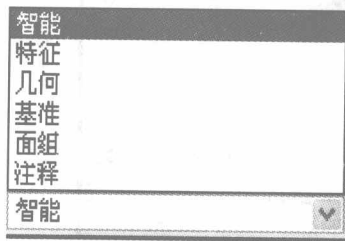

图 1-4 过滤器
8) 过滤器栏: 位于窗口工作区的右下角。使用该栏相应选项, 可以有目的地选取模型中的对象。利用该功能, 可以在较复杂的模型中快速选取要操作的对象。单击其右下角按钮  , 打开其下拉列表, 显示当前模型可供选取的项目, 如图 1-4 所示。